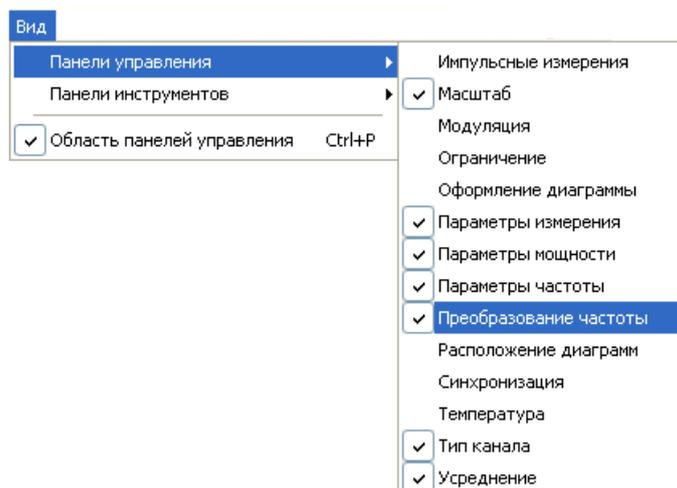

Рисунок 3.2 – Отображение панели управления
3.2 По-умолчанию панель управления скрыта. Чтобы отобразить панель управления необходимо установить флажок «Преобразование частоты» в меню «Вид\ Панель управления» (рисунок 3.2).